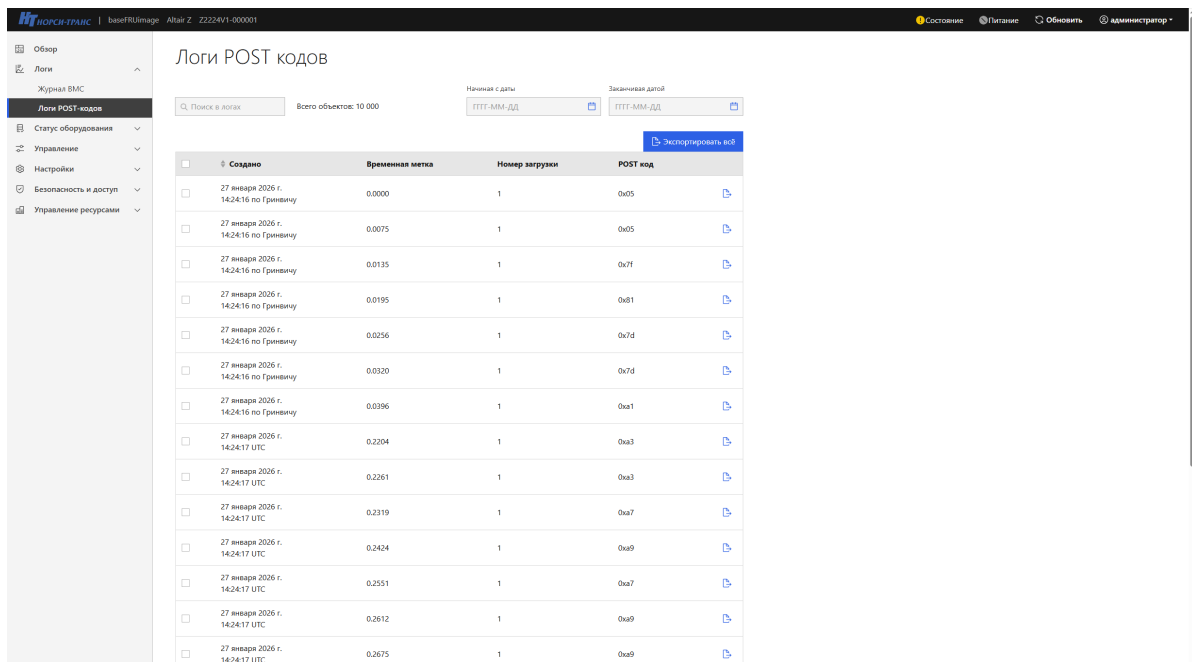

Рис. 65. Окно «Логи POST кодов»
- 3) Пройдите во вкладку «Логи» → «Логи POST кодов» в данной вкладке отображены все логи POST кодов. В поле «Поиск в логах» производится поиск логов POST кодов. В поле «Начиная с даты» произведите фильтрацию по дате начала логов, в поле «Заканчивая датой» произведите фильтрацию по дате окончания логов. «Экспортировать всё» позволяет экспортировать все логи POST кодов. Окно показано на рис. 65 Окно «Логи POST кодов»